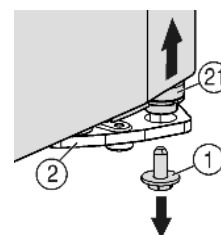
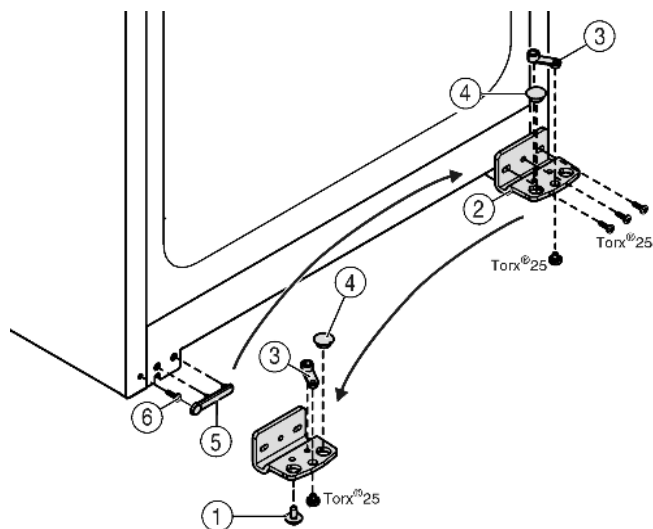

Fig. 4
Fig. 5
- ▶ Внизу справа на опорном кронштейне выкрутите фиксирующий винт Fig. 4 (1).
- ▷ Опорный палец Fig. 4 (21) можно извлечь из опорного кронштейна Fig. 5 (2).
- ▶ Если не удастся извлечь опорный палец Fig. 4 (21), нажмите на него снизу.
- ▶ Открутите опорный кронштейн Fig. 5 (2).
- ▶ Открутите опорную деталь Fig. 5 (3) и, переставив в отверстие на противоположной стороне опорного кронштейна, снова прикрутите.
- ▶ Извлеките заглушку Fig. 5 (4) из опорного кронштейна и переставьте ее в отверстие на противоположной стороне опорного кронштейна.
- ▶ Осторожно снимите крышку со стороны ручки Fig. 5 (5).
- ▶ Выкрутите болт Fig. 5 (6) и вкрутите на противоположной стороне.
- ▶ Снова установите крышку Fig. 5 (5).
- ▶ Снова прикрутите опорный кронштейн Fig. 5 (2) на новой стороне шарнира (**с моментом 4 Нм**). При необходимости используйте аккумуляторный шуруповерт.
- ▶ Вкрутите фиксирующий винт Fig. 4 (1) внизу в опорный палец и затяните (**с моментом 4 Нм**).